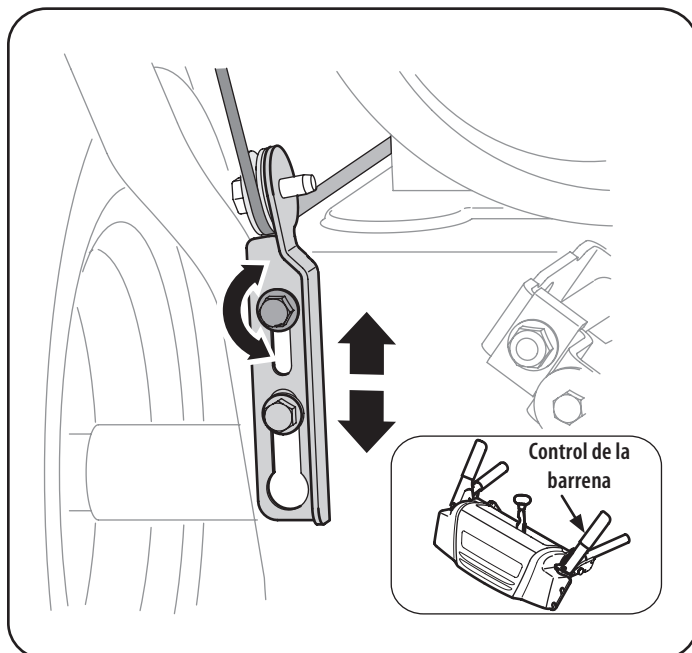

Figura 14
1. El control de la barrena se encuentra en el mango izquierdo. Consulte la Figura 14 el recuadro. Cuando se suelta el control de la barrena y está en posición desengranada arriba, el cable debe tener muy poco juego. NO debe estar tenso.
4. Deje la barrena engranada durante aproximadamente diez (10) segundos antes de soltar el control de la barrena. Repita esta operación varias veces.
8. Ubique la ménsula hacia arriba para brindar más juego (o hacia abajo para aumentar la tensión del cable). Vea la Figura 14.